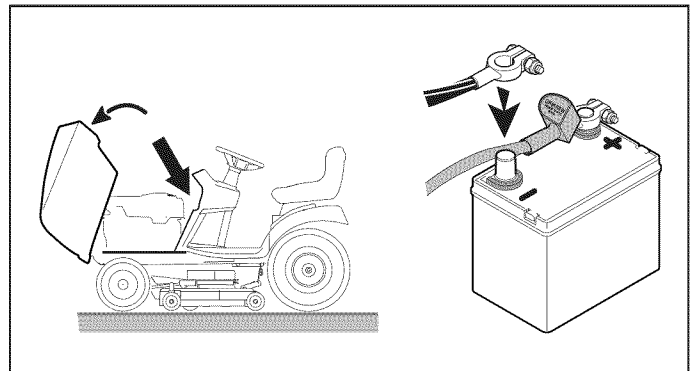

Figura 12
1. Desconecte los cables de la batería, primero el cable negativo (véase Figura 12).